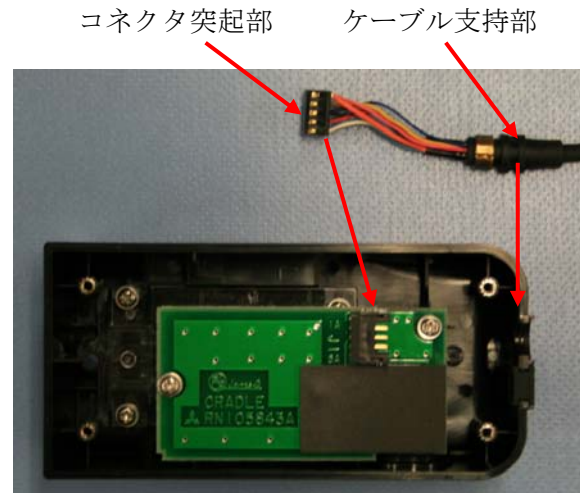

図9-1
- (1) 電話ケーブルの、コネクタの突起部を上にして、クレドルコネクタ部に挿入する。
- (2) ケーブル支持部をクレドル切欠部に挿入する。(図9-1参照)